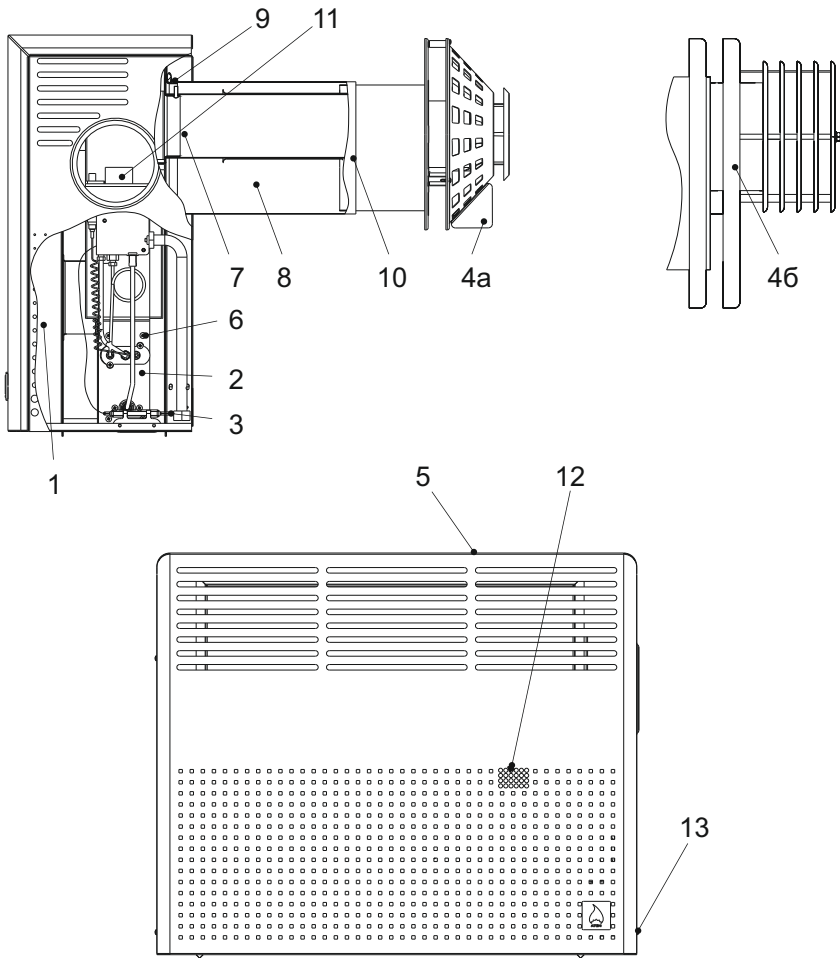

Рис. 1. Будова конвектора
5.1. Конвектор (рис.1) складається з таких основних частин: корпусу із герметичною камерою згорання, димоповітряного блоку, пристрою газопальника, кришки, що закриває верхній отвір облицювального кожуха. Для забезпечення герметичності топки конвектора між корпусом і димарем, пристроєм газопальника, кришками встановлені прокладки з базальтового картону.
6.4. Установка конвектора повинна виконуватися відповідно до вимог ДБН В. 2.5-20, а також згідно таблиці 3, у такій послідовності (рис. 1,2).